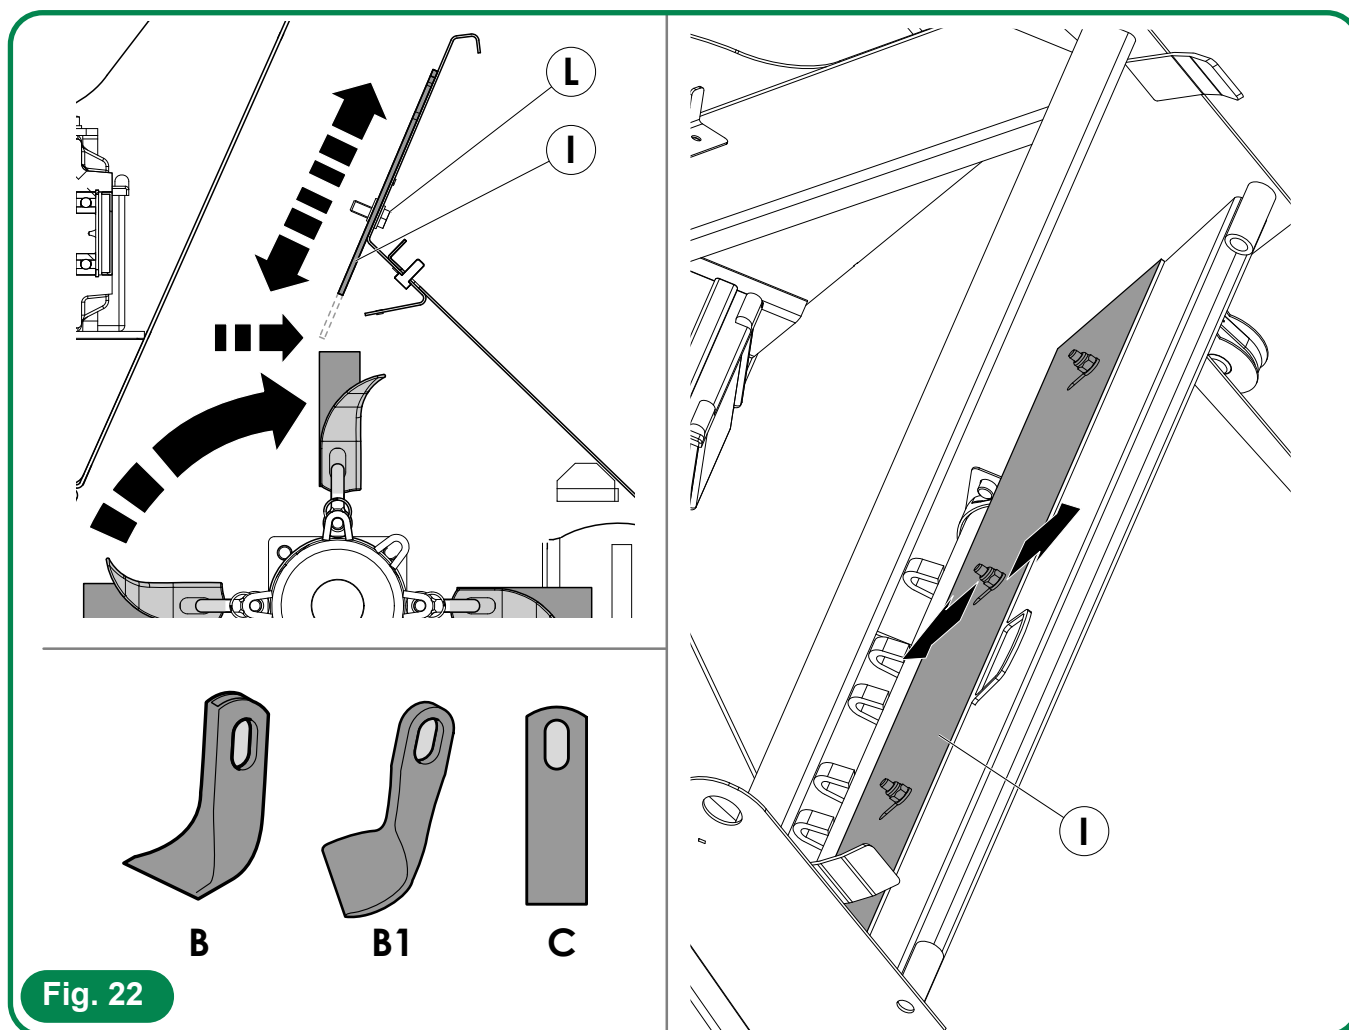

Fig. 22
Varje gång som en kniv ska läggas till för verticut **C** bland knivarna **B** ska du följaktligen höja stången (I) lossa muttrarna (**L**) och fästa dem meddetsamma efter förflyttningen (**fig. 22**).
Varje gång som som en kniv ska tas bort från verticut **C** bland knivarna **B** ska du följaktligen sänka stången (I) lossa muttrarna (**L**) och fästa dem meddetsamma efter förflyttningen (**fig. 22**).